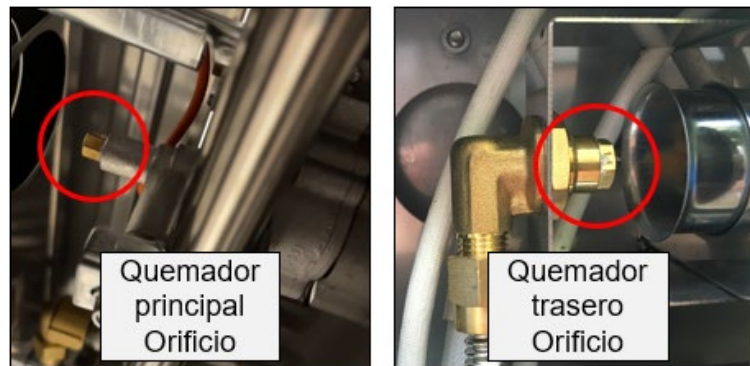

Ilustración 28 Prueba de detección de filtraciones en el orificio del quemador
6. Mirando hacia arriba por debajo de las perillas de control (Ilustración 28 izquierda), rocíe cada orificio con agua jabonosa para comprobar si hay burbujas.
7. Para realizar la prueba de detección de filtraciones en el orificio del quemador trasero, abra el panel trasero para acceder al orificio (Ilustración 28 derecha) y rocíelo con agua jabonosa para comprobar si hay burbujas.